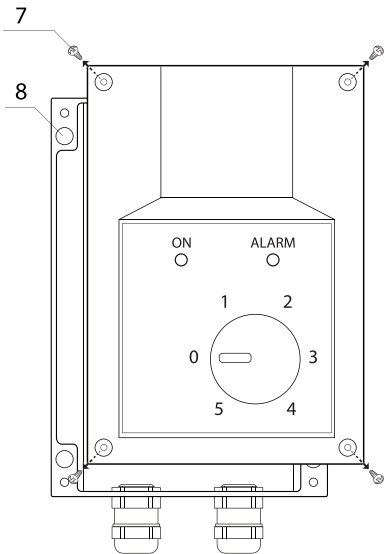

Рис. 2
- Снять переднюю крышку прибора, отвинтив саморезы — **7** (см.рис. 2);
- Закрепить регулятор на поверхности при помощи крепежных отверстий — **8** (см.рис. 2) в задней стенке прибора;